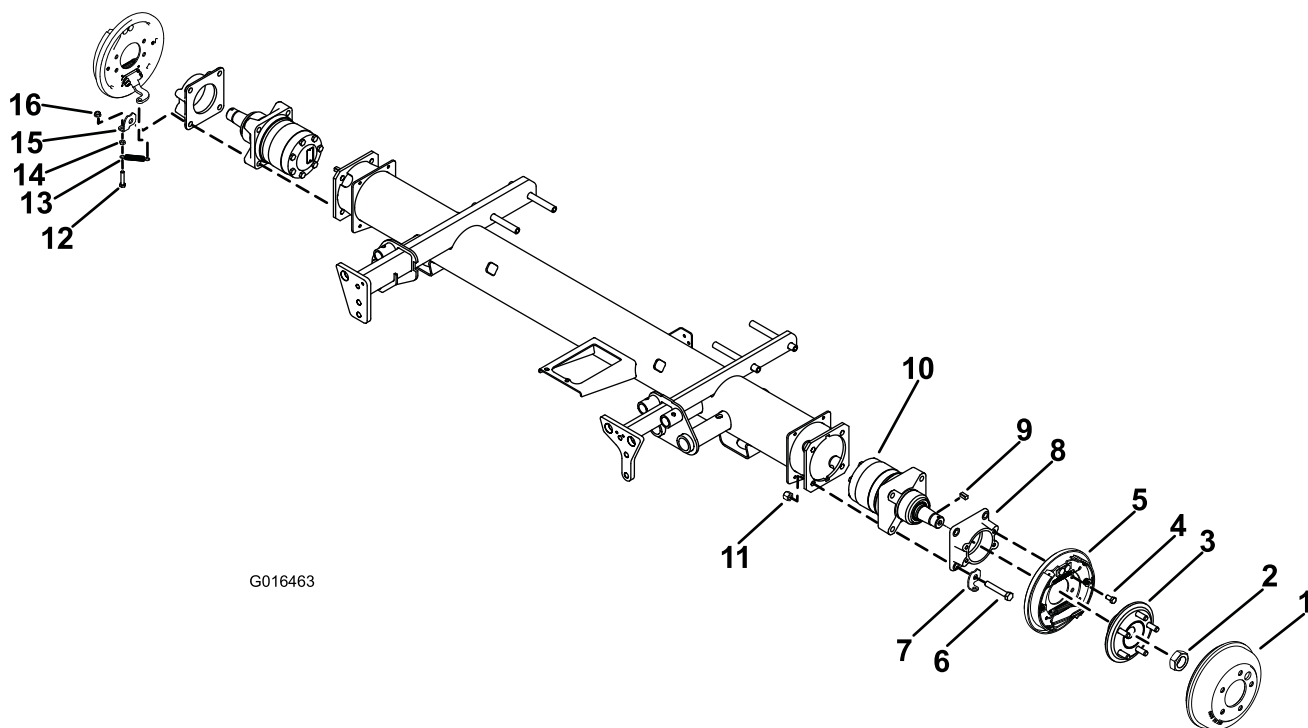

図 1
3. ホイールハブをホイールモータに固定しているロックナットをゆるめる外さないこと 図 1。ロックナットは少なくとも2回転はゆるめること。
5. モータのシャフトからロックナットとホイールハブを外す 図 1。
6. ブレーキアセンブリをブレーキアダプタに固定しているねじ4本を外してブレーキアセンブリを取り外す 図 1。
12. ブレーキアダプタ、ホイールモータ、スプリングクリップをフレームに固定しているロックナット4個を外す 図 1。
注 ねじを 91113Nm9.411.5kg.m = 6783ft-lbにトルク締めする。スプリングクリップが図 1のように取り付けられていることを確認する。